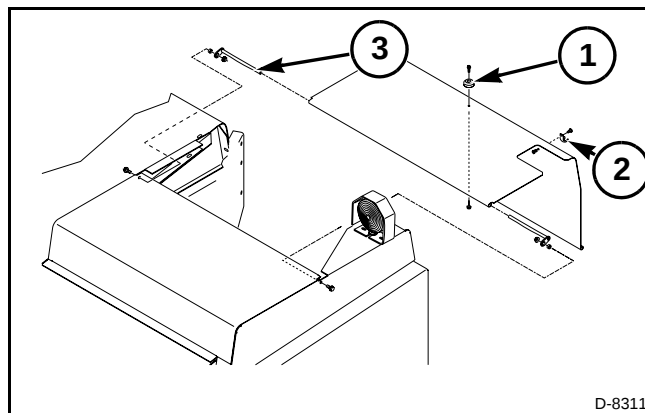

FIG. 7
FIG. 7: Instale el parachoque de caucho (1) usando un tornillo de máquina de cabeza de arandela de #12-24 x 3/4 y una tuerca de traba especial de #12-24 en ambos blindajes superiores.